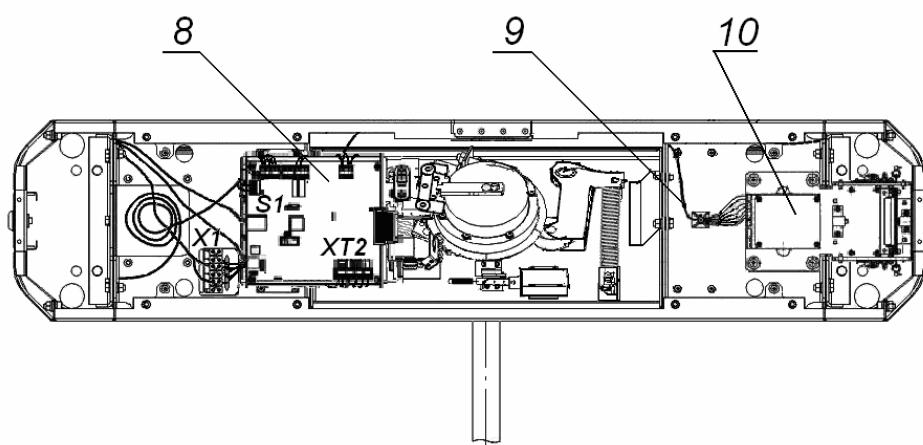
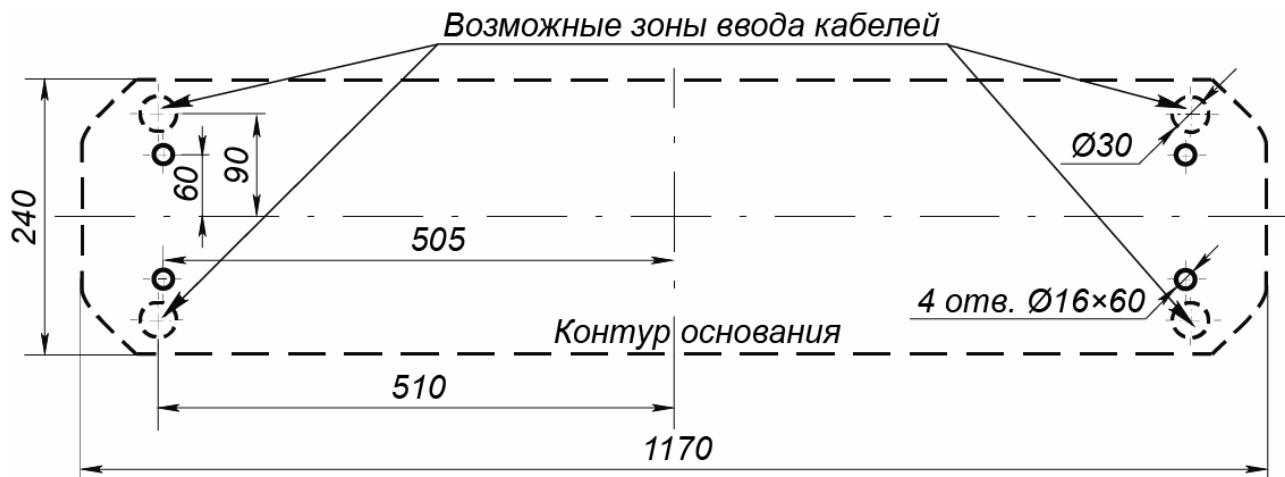

Рисунок 11. Схема прокладки кабелей в стойке ЭП
Рисунок 12. Схема разметки для установки стойки ЭП
3. Подготовьте в полу отверстия под гильзы анкеров для крепления стойки ЭП (см. рис. 12).
4. При необходимости прокладки кабелей под поверхностью пола подготовьте в полу кабельный канал, подходящий к одной из зон ввода кабелей в стойку ЭП, указанных на рис. 12.
6. Демонтируйте боковую заглушку (9) и выньте контейнер картоприемника (10), открыв ключом замки (11, 12).
10. Снимите крышку ЭП (3), отвернув ключом установочный винт (19). Порядок снятия крышки указан в разд. 6.
11. Протяните кабели внутри стойки. Рекомендуемое расположение кабелей при прокладке внутри стойки показано на рис. 11.
15. Выполните заземление стойки ЭП в соответствии с требованиями ПУЭ («Правила устройства электроустановок»). Контакт заземления **Z3** (см. рис. 11) находится за боковой заглушкой (9) стойки. Для крепления кабеля заземления на контакте используйте гайку M4.
16. Подключите кабель *Ethernet* (16) к разъему **S1** на плате контроллера ЭП.
19. После подключения всех кабелей и закрепления стойки на полу установите на место крышку (3), боковую заглушку стойки и контейнер картоприемника на свои места в порядке, обратном снятию.
При производстве механизм картоприемника (3, см. рис. 11) установлен со стороны считывателя №1.
- 4 Демонтируйте торцевые крышки (6); каждая крышка крепится двумя винтами M4×16 и двумя шурупами Ø4,2×19 снизу со стороны контейнера (10) или заглушки (9). Кабели считывателей, находящихся внутри торцевых крышечек, не отсоединяйте.
- 6 Демонтируйте заглушку (7) из торцевой крышки со считывателем №1 и аккуратно установите ее в торцевую крышку со считывателем №2; заглушка крепится двумя шурупами Ø2,9×9,5.
- 7 Отсоедините кабель картоприемника (8, рис. 11.) со стороны платы картоприемника.